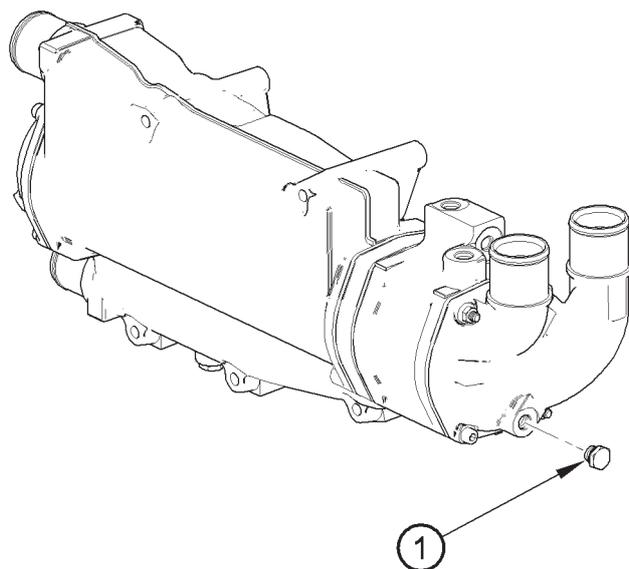

Figura 5
2. Quite el tapón de drenaje (Figura 5, elemento 1) del intercambiador de calor del inversor. Asegúrese de que el orificio de drenaje no esté obstruido.